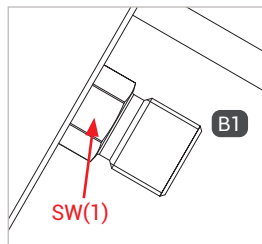

Figure 1
- ▶ Lors du montage du flexible de remplissage, exercez une contre-pression sur le méplat SW (1) (Figure 1) à l'aide d'une clé plate.
- ▶ Vissez hermétiquement l'entrée fluide « B1 » à l'embout de raccordement du flexible de remplissage (Figure 1). Voir le tableau ci-dessous pour les couples de serrage.